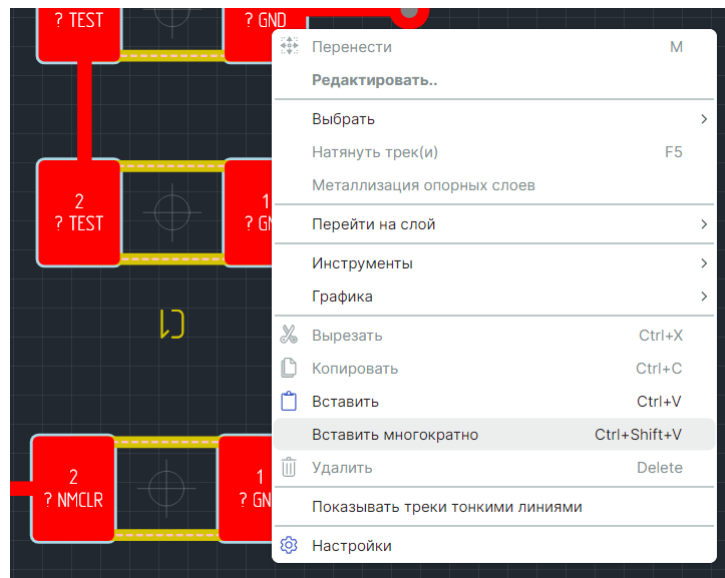

Рис. 418 Вызов функции «Вставить многократно»
- Для последующей многократной вставки скопированного объекта, в контекстном меню доступна функция «Вставить многократно» («Ctrl+Shift+V»), см. Рис. 418.